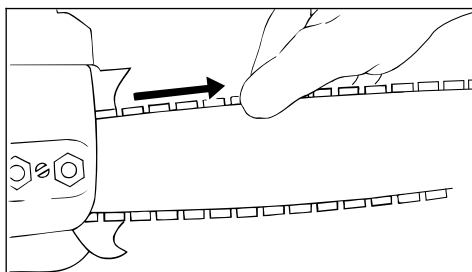

Рис. 38
- Пильная цепь должна прилегать к нижней стороне направляющей шины, – и при отпущенном тормозе пильной цепи должна существовать возможность протягивания цепи вдоль направляющей шины от руки (рис. 38).